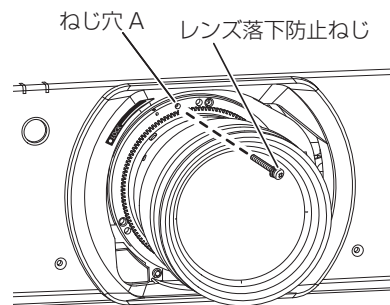

図 2
- 2) 付属のレンズ落下防止ねじで、投写レンズを固定する（図 2）